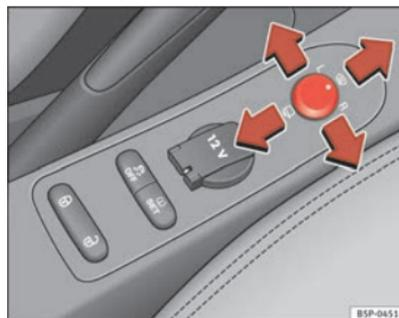

Fig. 89 Commande des rétroviseurs extérieurs
1. Tournez le bouton rotatif ⇒ page 137, fig. 89 en position **L** (**rétroviseur extérieur gauche**).
- Tournez la commande vers l'avant, en position centrale ⇒ page 137, fig. 89 , afin que le dégivrage des rétroviseurs se déclenche et que la fonction de pare-brise chauffant* au niveau de la zone de contact des balais soit activée ⇒ page 133.
- Tournez le bouton rotatif ⇒ page 137, fig. 89 en position  pour rabattre les rétroviseurs extérieurs. Pour éviter tout dégât, il est conseillé de toujours rabattre les rétroviseurs extérieurs lorsque vous passez dans une installation de lavage automatique.